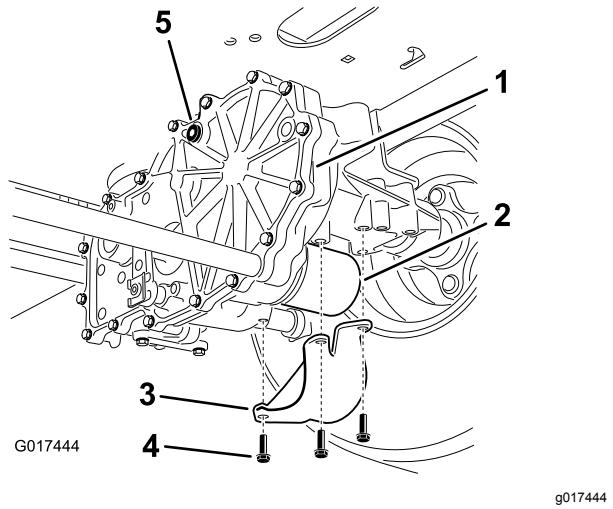

Figura 72
- Localice el filtro y los protectores de cada sistema de tracción del transeje (Figura 72).
- Retire los 3 tornillos que sujetan el protector del filtro, y retire el protector (Figura 72).